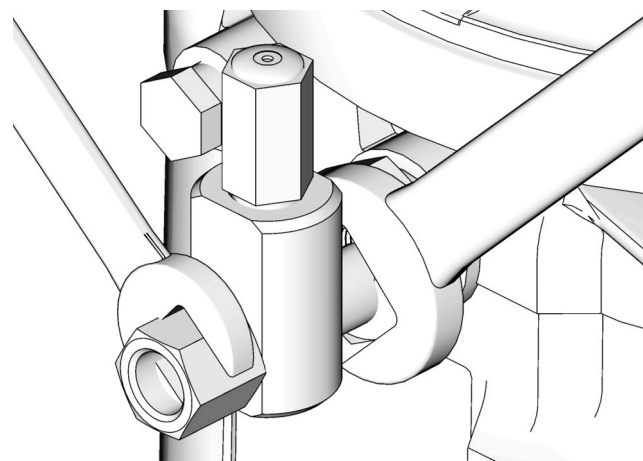

Рис. 15
1. Ослабьте фитинг патрона насоса (Рис. 15).
3. Затяните фитинг патрона насоса, поворачивая два ключа в противоположные стороны (Рис. 15).